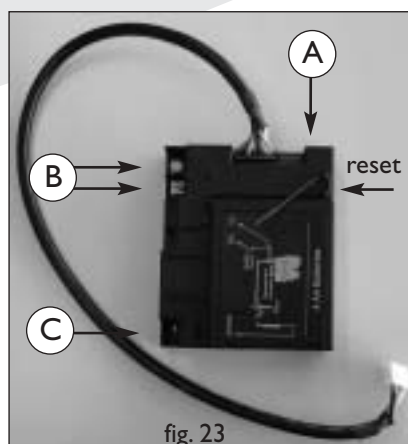

fig. 23
- Sluit de kabels van de thermokoppel aan (fig 23, pijlen B).
- Sluit de bougiekabel aan (fig 23, pijl C).
- II • Indien u een adapter gebruikt, dient u deze aan te sluiten op de unit (fig. 23, pijl A) en steek de stekker in het stopcontact.
- Schuif de bruine stekker van het aansluitsnoer achterop de printplaat van de ontvanger (fig. 23).
Indien gewenst kan men de code veranderen van de afstandsbediening. Hiervoor moet men de stand van de DIP SWITCHES wijzigen. Deze bevinden zich in de afstandsbediening bij de batterij. Als men de code veranderd heeft moet men het reset knopje van de ontvanger (fig. 23) ingedrukt houden totdat u 2 geluid signalen hoort.